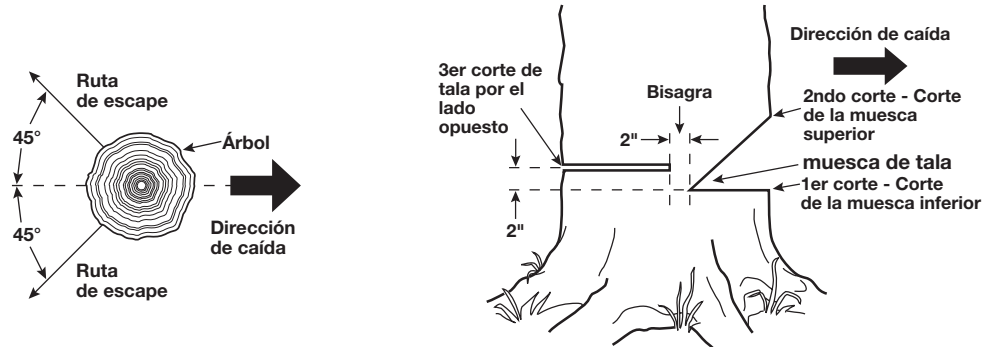

Fig. 9 Ruta de escape del árbol caído (izquierda) Fig. 10 Secuencia de cortado para talar un árbol (derecha)
- Antes de talar el árbol, se recomienda planificar y despejar una ruta de escape. Planifique una ruta de escape en dirección opuesta a la caída del árbol y en un ángulo de 45° (Fig. 9).
- Sostenga la sierra de cadena de modo que la barra guía quede horizontal y corte la muesca inferior lo más cerca del suelo posible. Este corte debe ser de 1/3 del diámetro del tronco del árbol (Fig. 9).